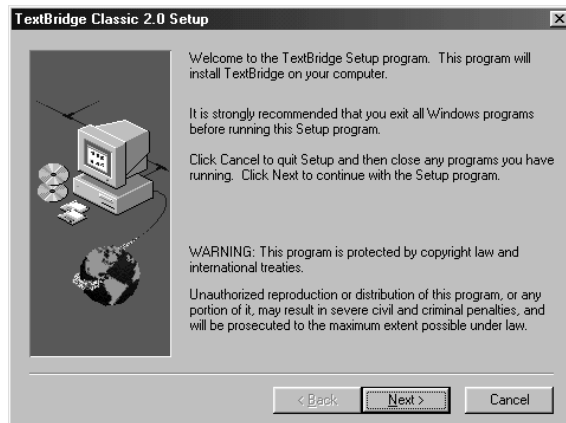

Figura 9: Installazione di TextBridge Classic 2.0
2. Selezionare in quale lingua si intende installare Text Bridge. Dopo aver selezionato la lingua comparirà una finestra di dialogo come quella in figura 9.